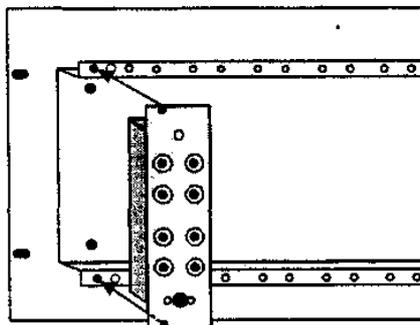

Abbildung 8b
- Schrauben Sie den ersten Einschub mit den Frontplatten-Schrauben an der oberen und unteren Montagewanne fest (siehe Abbildung 8b).